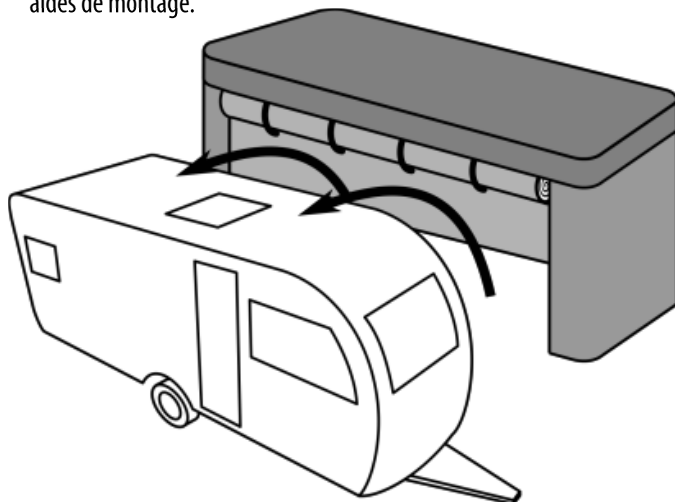

Figure 1 : Poser la housse de protection
- Montez maintenant la housse de protection avec le côté ouvert sur la gauche de la caravane / du camping-car, figure 1. Pour cela, utilisez les aides de montage.